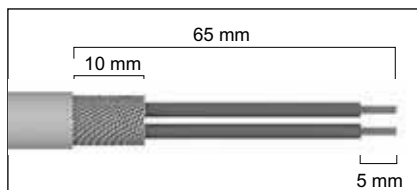

Рис. 3 Подготовка кабелей сети Profibus
2. Подготовить кабель (-ли) сети Profibus, см. рис. 3.